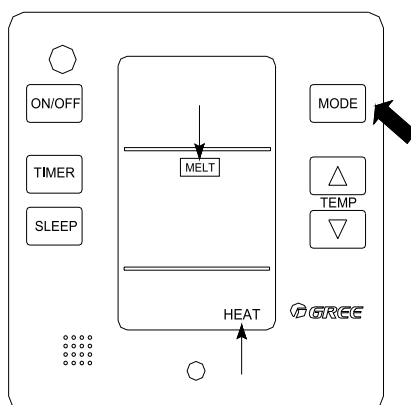

Рисунок 5.4 – Режим нагрева
- Кнопкой **MODE** выберите режим работы **НАГРЕВ (HEAT)** на дисплее высветится соответствующая надпись (см.рисунок 5.4).